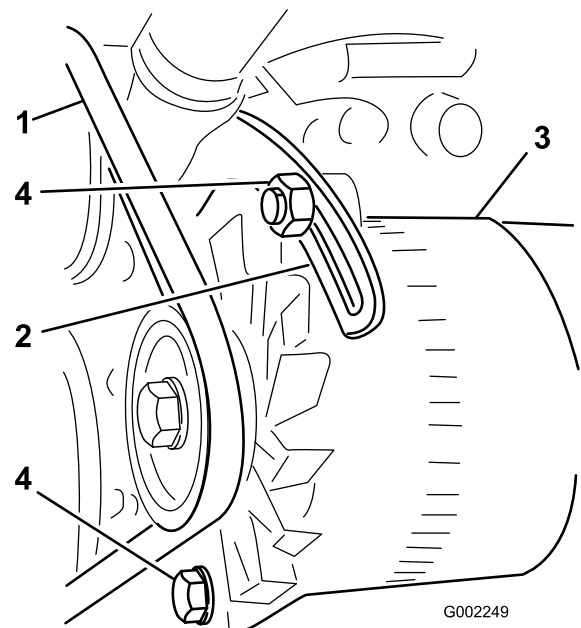

図 55
3. ブレースをエンジンに固定しているボルト、およびオルタネータをブレースに固定しているボルトをゆるめる (図 55)。